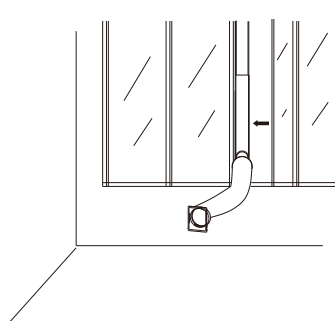

Fig. 7
8. Installer le conduit d'évacuation d'air, le kit de fenêtre et leurs accessoires sur la fenêtre, puis fermer la fenêtre en suivant la direction de la flèche dans le dessin de la Fig. 7 pour presser fermement le kit de fenêtre.